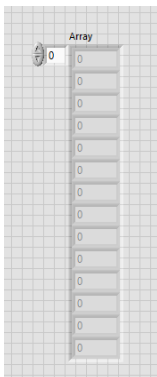

Рис.6.7. Створення полей для отримання значень
13. Для того, щоб заповнити таблицю в системі LabVIEW необхідно додати масив та номерний індикатор (індикатор розтягти донизу) рис.6.7.